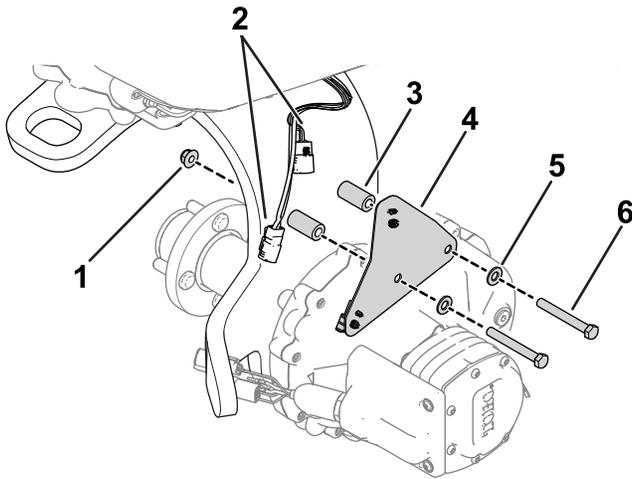

図 2
2. ハーネスブラケットをキャストフォークに固定している金具を外す 図 2。